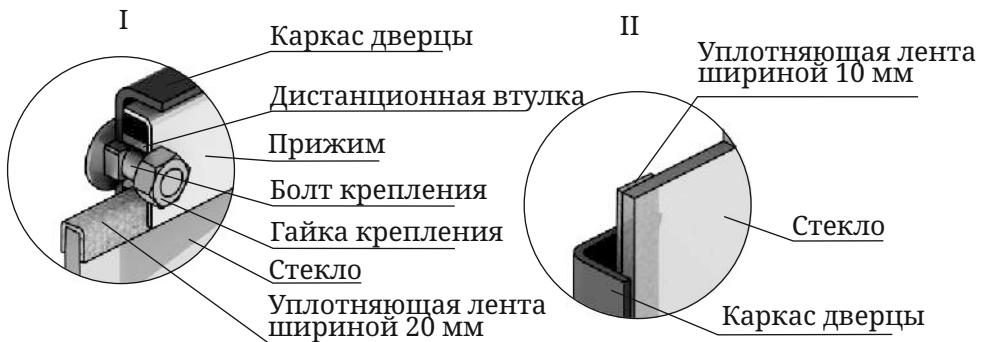

Рисунок 16. Крепление светорозрачного экрана
3. Возьмите новое стекло. Если на нем нет уплотняющих лент, наклейте их, лента шириной 20 мм наклеивается сверху и снизу стекла «П» - образно (рисунок 16.I), лента шириной 10 мм наклеивается вертикально, вдоль боковых сторон стекла (рисунок 16.II).
4. Вставьте стекло в упор, при этом лента, наклеенная с боковых сторон (вертикальная) должна быть зажата между стеклом и каркасом дверцы (рисунок 16.II).
Внимание! Гайки, крепящие прижим накручиваются на болты крепления через дистанционные втулки (рисунок 16.I).